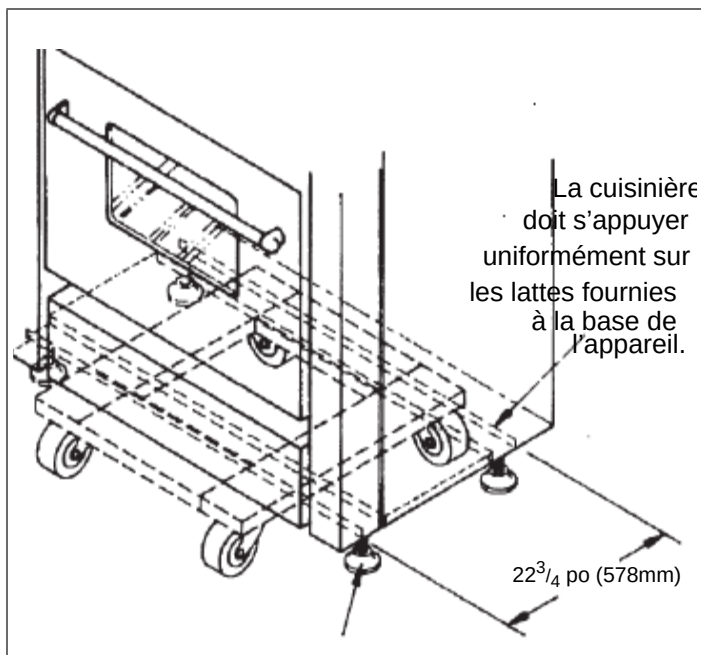

FIGURE 6: Positionnement De La Plate-forme À Roulettes
- En raison du poids de la cuisinière, il vaut mieux la déplacer à l'aide d'une plate-forme à roulettes souples ou d'un appareil de levage. Le poids doit être uniformément réparti sur la plate-forme (voir Figure 6).